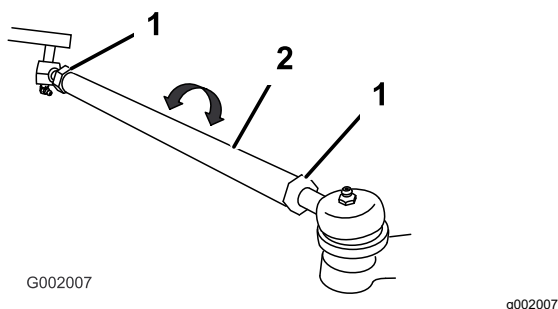

Figura 51
5. Se la misura non rientra nel campo specificato, allentate i controdadi da ambo i lati dei tiranti (Figura 51).